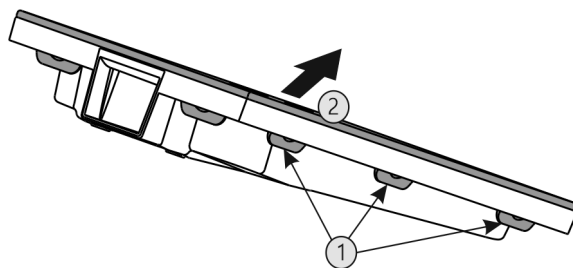

Fig. 82
- ▶ Последовательно нажать на все наклейки Fig. 82 (1) и снять крышку Fig. 82 (2).